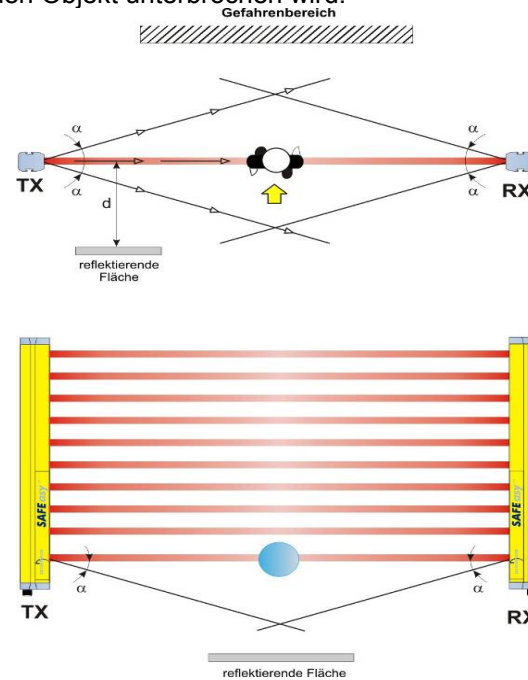

Abb. 4
Reflektierende Flächen, die in der Nähe der von der Sicherheitseinrichtung ausgehenden Strahlen liegen (oberhalb, unterhalb oder seitlich davon), können passive Reflexionen bewirken, die das Erfassen des Objekts innerhalb des überwachten Bereichs beeinträchtigen (Abb. 4). Es kann dann vorkommen, dass das Objekt nicht erkannt wird, da der Empfänger (RX) auf jeden Fall einen sekundären Strahl erfassen kann (Reflex von der reflektierenden, seitlich angeordneten Fläche), auch wenn der Hauptstrahl von einem vorhandenen, zu erfassenden Objekt unterbrochen wird.